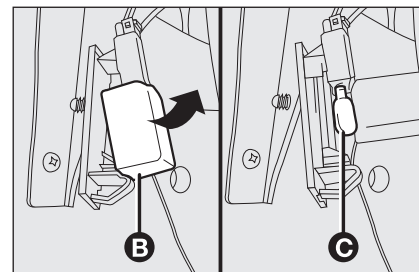

fig. 29
- deschideți apărătoarea becului **B**-fig. 29 și înlocuiți becul **C** introdus prin apăsare;